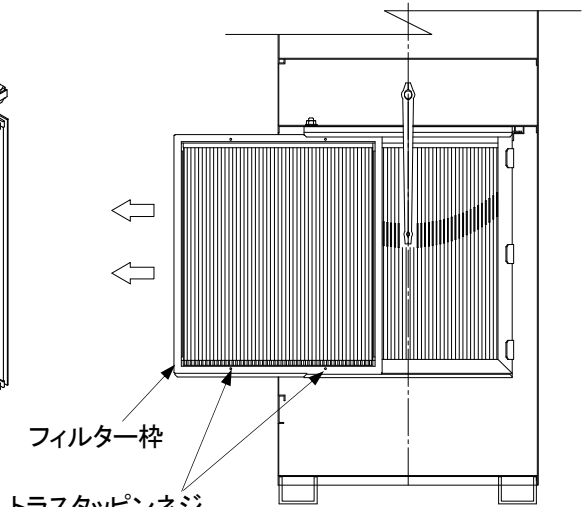

図3
- ④最後に図3のようにフィルターを引き出してください。
- ⑤カセットフィルターのフィルター枠は4本のトラスタップピンネジ(M4で固定)を緩めて取り外すことができます。
- ⑥交換フィルターの取り付けおよびユニットの取り付けは、ユニットケース及びフィルター用パッキンの表面に粉塵の付着が無いことを確認し、上記と逆の手順で作業を行なってください。